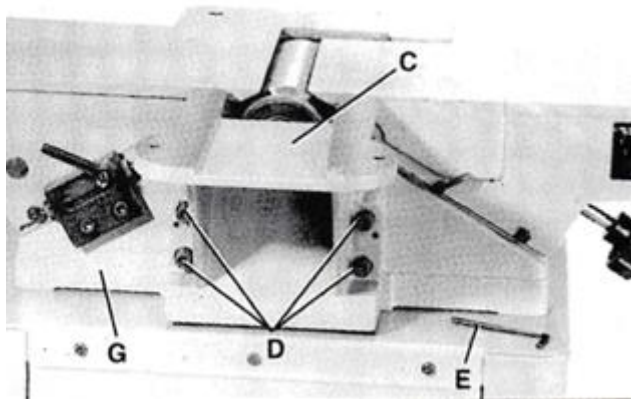

Рис. 10 Установка кронштейна салазок
С помощью поставляемого в комплекте ключа на 6 мм (Е) – Рис. 10 затяните кронштейн (С) в основании станка (G), используя четыре шестигранных винта М8Х 55 мм, стопорные шайбы и плоские шайбы (D), как показано на Рисунке.